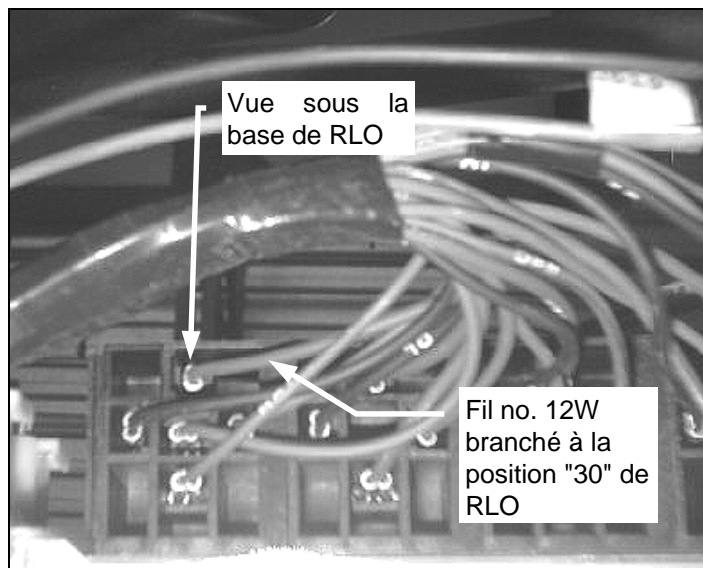
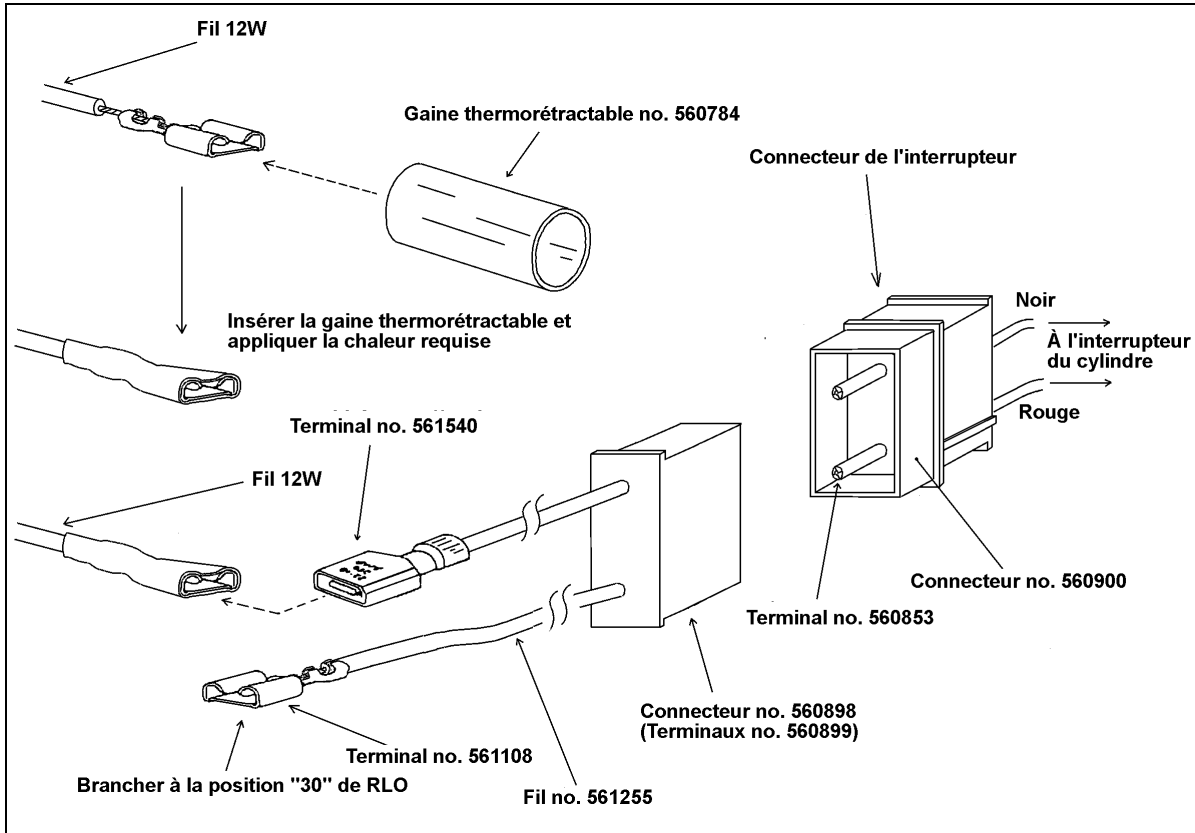

FIGURE 4: RELAIS RLO / POSITION "30"
FIGURE 6:
5. Avec un tournevis miniature, désengager et débrancher le terminal de la position "30" de la base du relais RLO (Figures 4 et 5.)
7. Brancher le terminal mâle de la rallonge de l'interrupteur au fil 12W (Figure 6.)
8. Brancher le terminal femelle de la rallonge de l'interrupteur à la position "30" (Fig. 4) de RLO (Figure 6.)
9. Brancher la rallonge de l'interrupteur au connecteur de l'interrupteur du cylindre (Figure 6.)